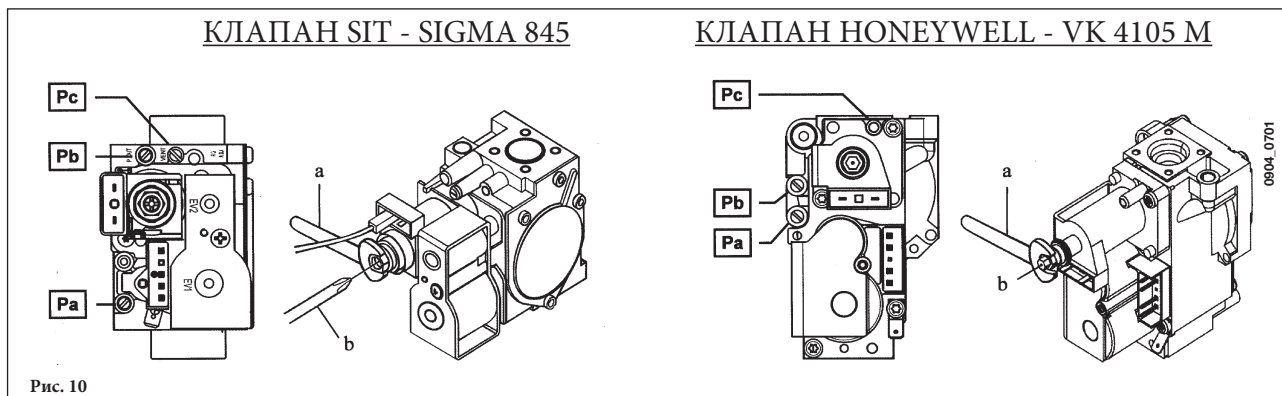

Рис. 10
Процедура калибровки регулятора давления зависит от типа установленного газового клапана (HONEYWELL или SIT, см. рис. 10).
Подключите положительный вход дифференциального манометра с пределом измерения не менее 60 мбар и точностью измерения не более 0,1 мбар, к точке измерения давления (Pb) газового клапана (Рисунок 10). Подключите, только для моделей с закрытой камерой, отрицательный вход этого же манометра к специальному тройнику, позволяющему соединить между собой компенсационную точку котла, компенсационную точку газового клапана (Pc) и сам манометр. (Аналогичное измерение можно выполнить, подсоединив манометр к точке измерения давления (Pb) и без передней панели закрытой камеры);
- убедитесь, что динамическое давление газа (Pa), измеренное в контрольной точке (Pa) газового клапана (Рис. 10), соответствует требуемой величине (37 мбар для пропана или 20 мбар для природного газа).